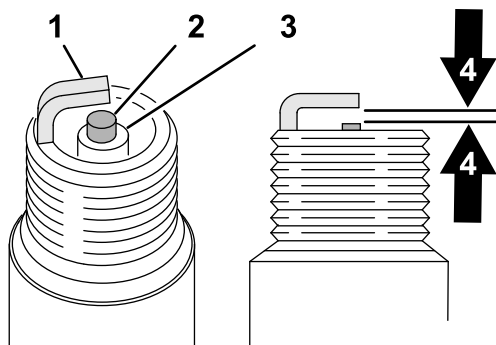

图 154
1. 查看两个火花塞的中心图 154。如果您看到绝缘体上有浅棕色或浅灰色涂层、说明发动机运行正常。如果绝缘体上的涂层为黑色、则通常意味着空气滤清器已变脏。